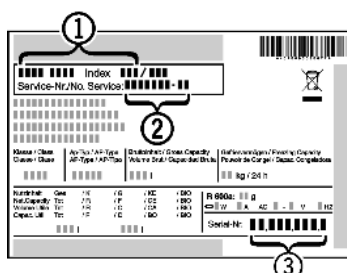

Fig. 42
- Označení přístroje Fig. 42 (1), servisní číslo Fig. 42 (2) a sériové číslo Fig. 42 (3) naleznete na typovém štítku. Identifikační typový štítek je umístěn na levé vnitřní stěně přístroje.